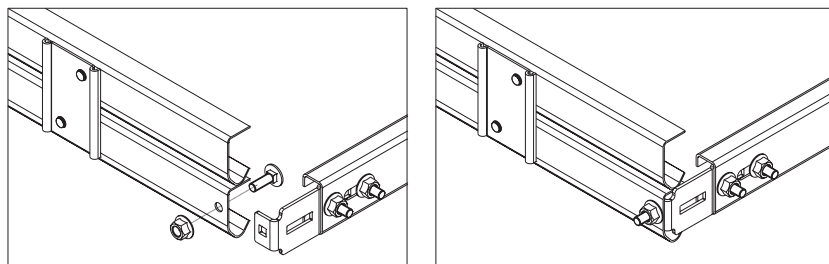

Рис. 12.4
4) смонтировать заднюю перемычку. В качестве задней перемычки используется мерная планка в сборе. Ее крепление к горизонтальным направляющим осуществляется болтами М8х25 с полукруглой головкой и гайками с буртиком (рис. 12.4);